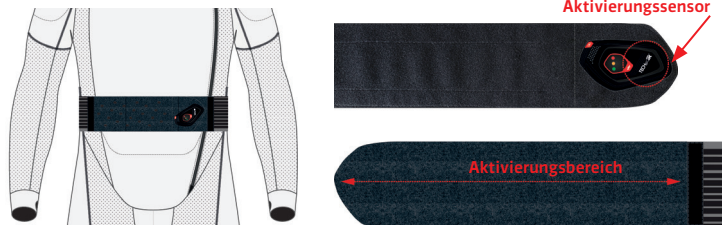

Abbildung 10
1. Ziehen Sie das System an und schließen Sie den magnetischen Reißverschluss (2) von unten nach oben.
2. Schließen Sie den Aktivierungsgürtel (4) und achten Sie dabei auf die korrekte Befestigung der Klettverschlüsse, wie in Abbildung 10 dargestellt; das System schaltet sich automatisch ein, sobald der Gürtel an den Klettverschlüssen befestigt ist.
3. Nachdem der Aktivierungsgürtel (4) korrekt geschlossen wurde, überprüfen Sie die LED-Anzeige (3), um sicherzustellen, dass das System eingeschaltet und gestartet wurde (siehe „Anzeigen“ in Abschnitt 13). Insbesondere muss der Nutzer überprüfen, dass das System korrekt hochfährt.